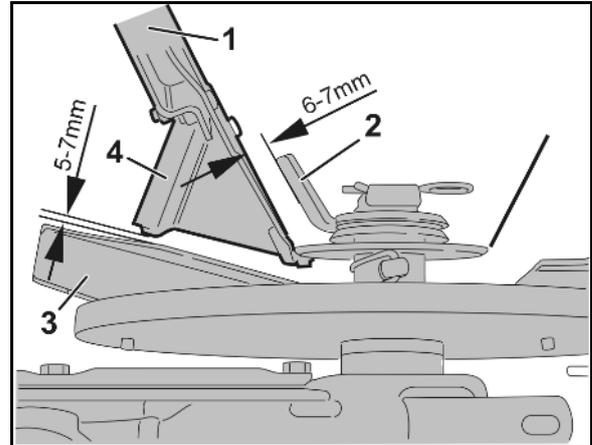

Fig. 102
- o die Kante (Fig. 102/1) des Schiebers genau die untere Ecke (Fig. 102/2) der Auslauföffnung schneiden.